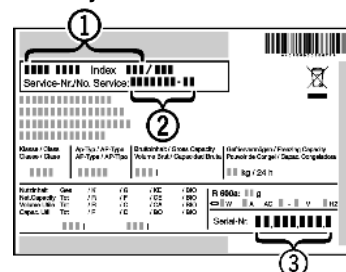

Fig. 45
- ▶ Odczytać z tabliczki znamionowej oznaczenie urządzenia Fig. 45 (1), nr serwisowy Fig. 45 (2) oraz numer seryjny Fig. 45 (3). Tabliczka znamionowa znajduje się po lewej stronie wewnątrz urządzenia.